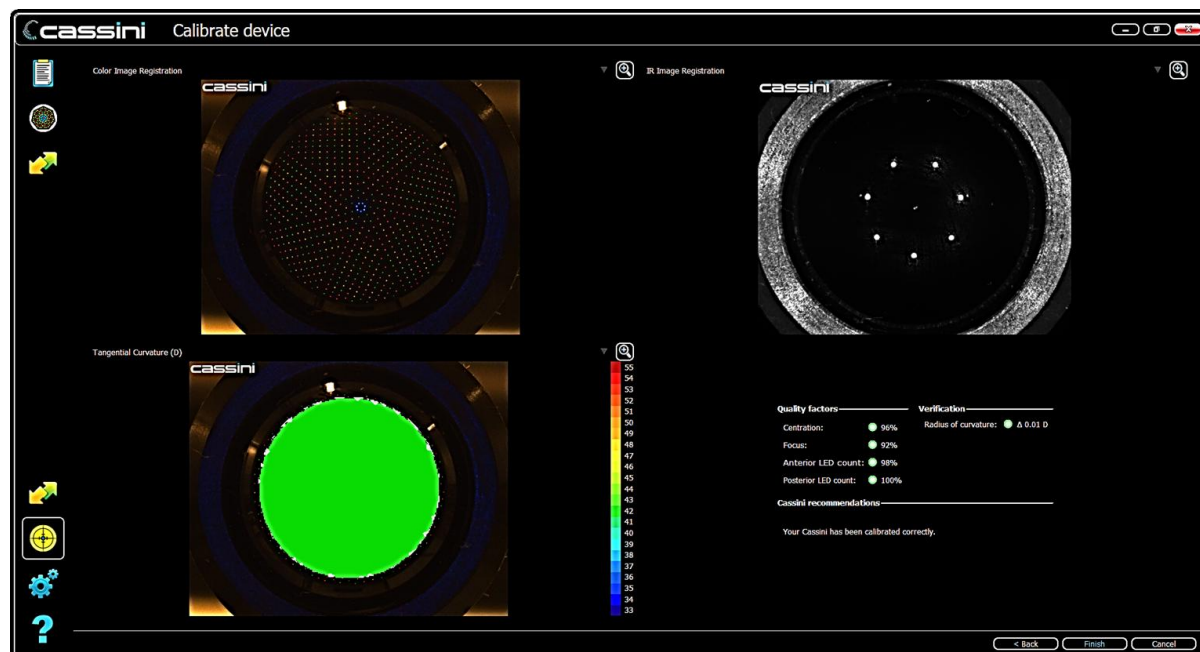

Figura 11: Verificação da calibração
- Em vez de armazenar os dados de calibração, o Cassini apresenta uma perspetiva geral dos dados de calibração e verifica se o raio da curvatura está correto. O Cassini recomenda se os dados devem ser armazenados ou se deve ser realizada alguma outra ação (Figura 11)